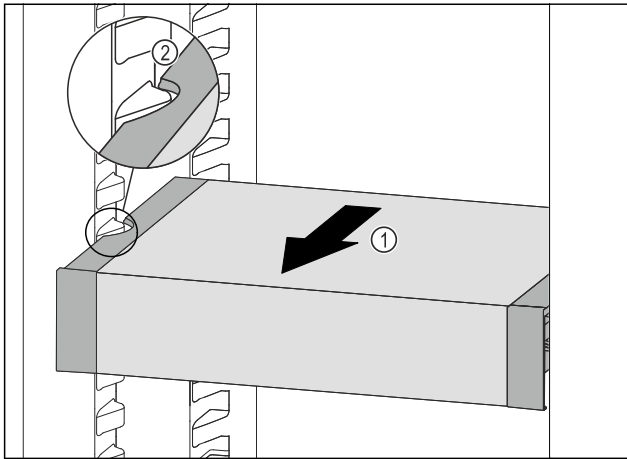

Fig. 99
- ▶ VarioSafe nach vorne ziehen Fig. 99 (1), bis sich die seitlichen Aussparungen des VarioSafes auf Höhe der Behälterrippe im Kühlteil befinden. Fig. 99 (2)